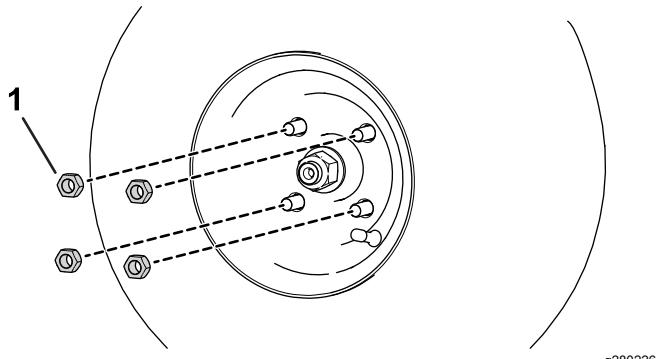

Figure 65
- A. Desserrez et retirez les écrous de roue (Figure 65).
- B. Installez les écrous de roue (Figure 65).